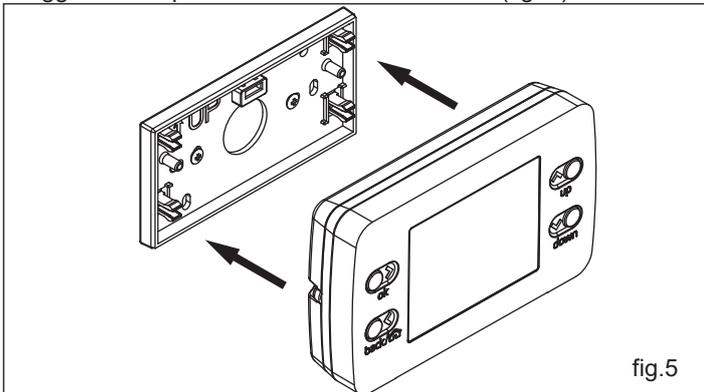

fig.5
- Agganciare il pannello comandi allo zoccolo (fig. 5)